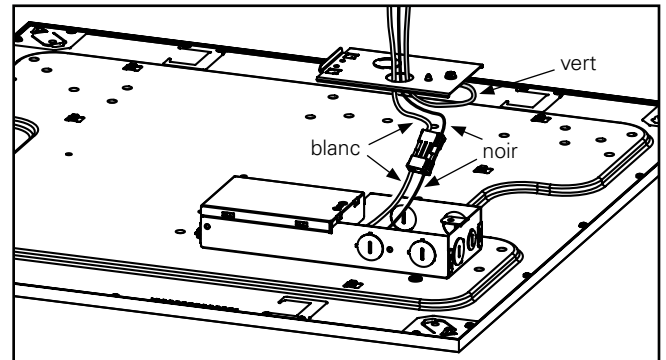

Figure 5.
7. Utilisez une entrée défonçable pour acheminer le câble d'alimentation. Utilisez les trois capuchons de connexion fournis pour raccorder le fil de mise à la terre au câble d'alimentation vert, le câble noir (Li11ne) au câble d'alimentation noir et le câble blanc (neutre) au câble d'alimentation blanc (Fig. 5).
**REMARQUE :** Le luminaire est compatible avec les systèmes de batterie de secours y compris les modèles EB-PLD7W et EBPLD14W de Surelites. Si vous utilisez un système de batterie de secours, retirez le couvercle du pilote pour accéder aux fils d'alimentation DEL et suivez les instructions de câblage de la batterie de secours (Fig. 5). Assurez-vous de réinstaller le couvercle du pilote après avoir effectué le câblage.